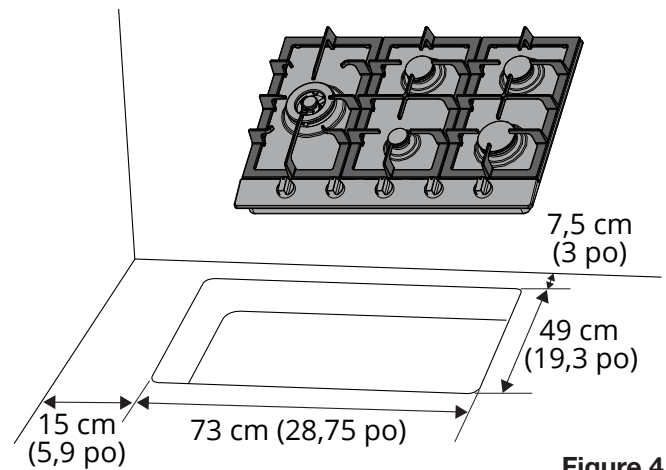

Figure 4
- 2 Coupez l'ouverture dans le comptoir. Pour s'assurer de la précision, il est mieux de fabriquer un gabarit (voir figure 4) pour l'ouverture.